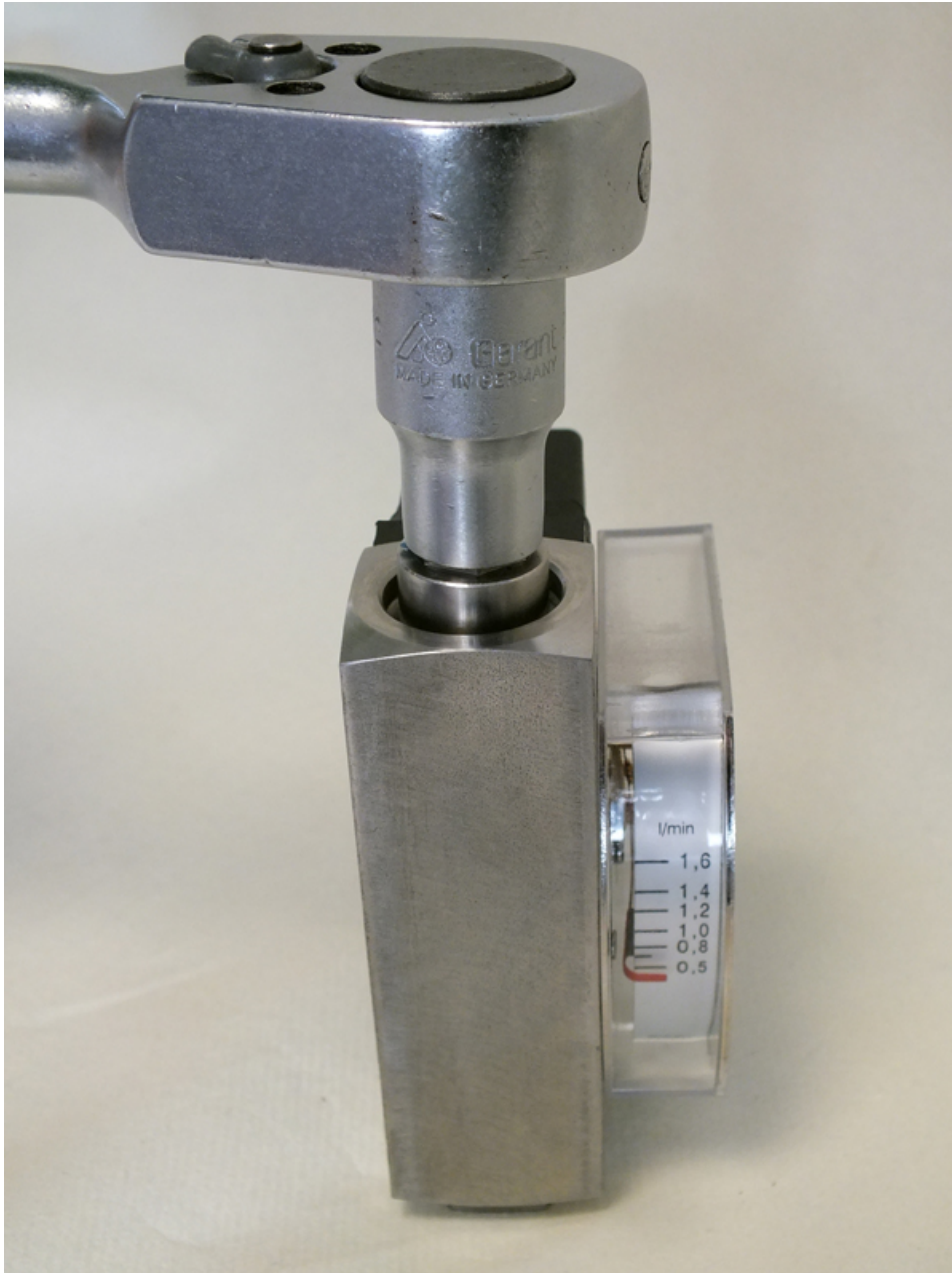

Abb. 49: Gewinding (Ausgang) lösen
9. ➤ Den Steckschlüssel in das Eindrehwerkzeug-Gewinding einführen und den Gewinding lösen (Abb. 49). Den Gerätekörper hierbei mit passendem Maulschlüssel gegenhalten.